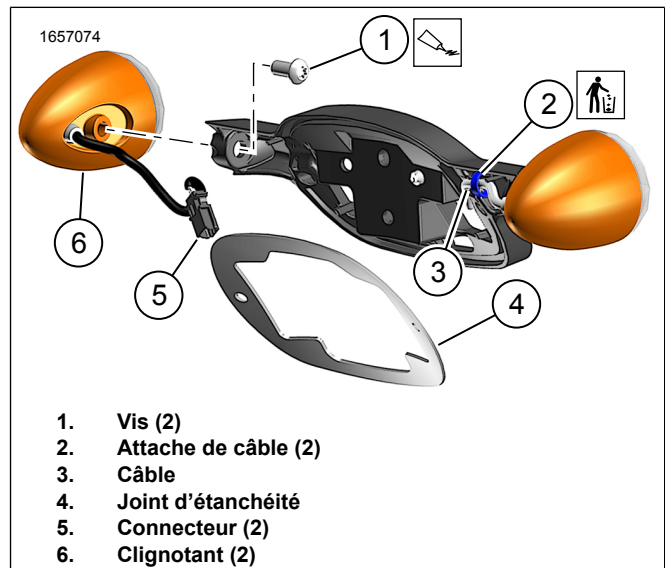

Figure 5. Tournez l'Assemblage du Clignotant
- a. Voir la Figure 5. Appliquer de l'adhésif frein-filet sur les vis (1).